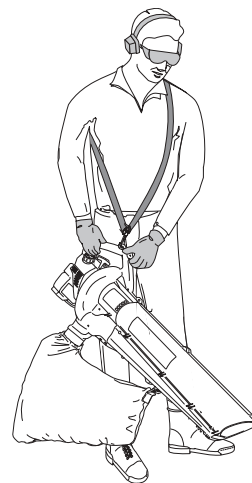

Fig. 8
5. Passe a alça por cima da cabeça e ponha-a no ombro (Fig. 8).
6. Estando na posição de utilização (Fig. 8), ajuste o comprimento da alça consoante o seu tamanho.